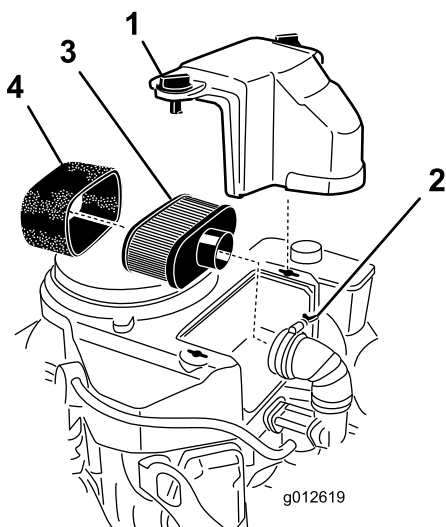

Figura 46
3. Limpie alrededor del limpiador de aire de forma que la suciedad no penetre en el motor y cause daños (Figura 46).
4. Afloje los pomos de la tapa y retire la tapa del limpiador de aire (Figura 46).
5. Afloje la abrazadera y retire el conjunto del limpiador de aire (Figura 46).
6. Retire cuidadosamente el filtro de gomaespuma del filtro de papel (Figura 46).
1. Limpie el elemento de papel golpeándolo suavemente para eliminar el polvo. Si está muy sucio, cambie el elemento de papel (Figura 46).
1. Deslice cuidadosamente el elemento de espuma sobre el elemento de papel (Figura 46).
2. Coloque el conjunto del limpiador de aire sobre la base o la manguera y sujételo (Figura 46).
3. Coloque en su posición la cubierta del limpiador de aire y apriete los pomos de la cubierta (Figura 46).